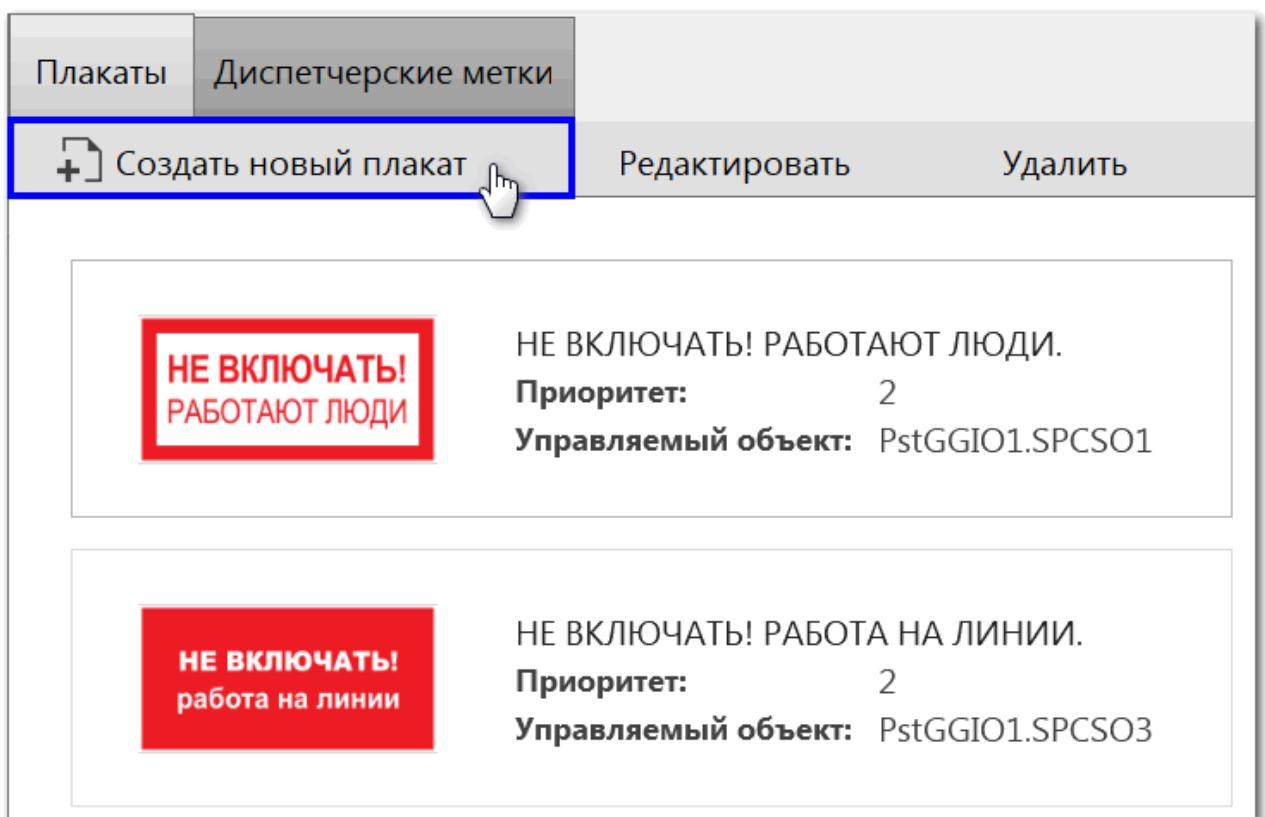

Рисунок 290 - Создать новый плакат
3. На вкладке Плакаты нажмите Создать новый плакат (Рисунок 290).